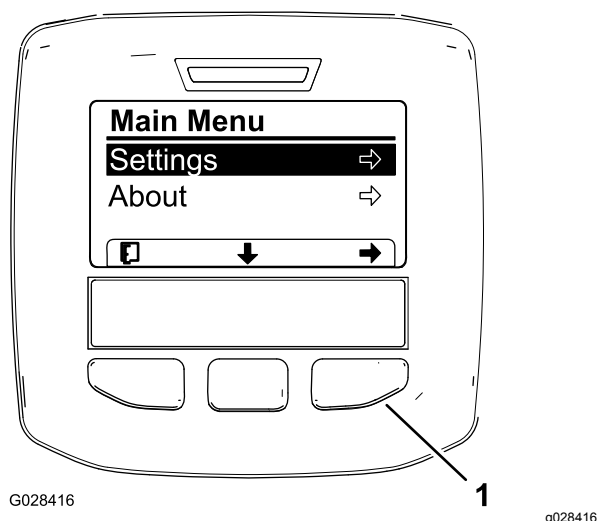
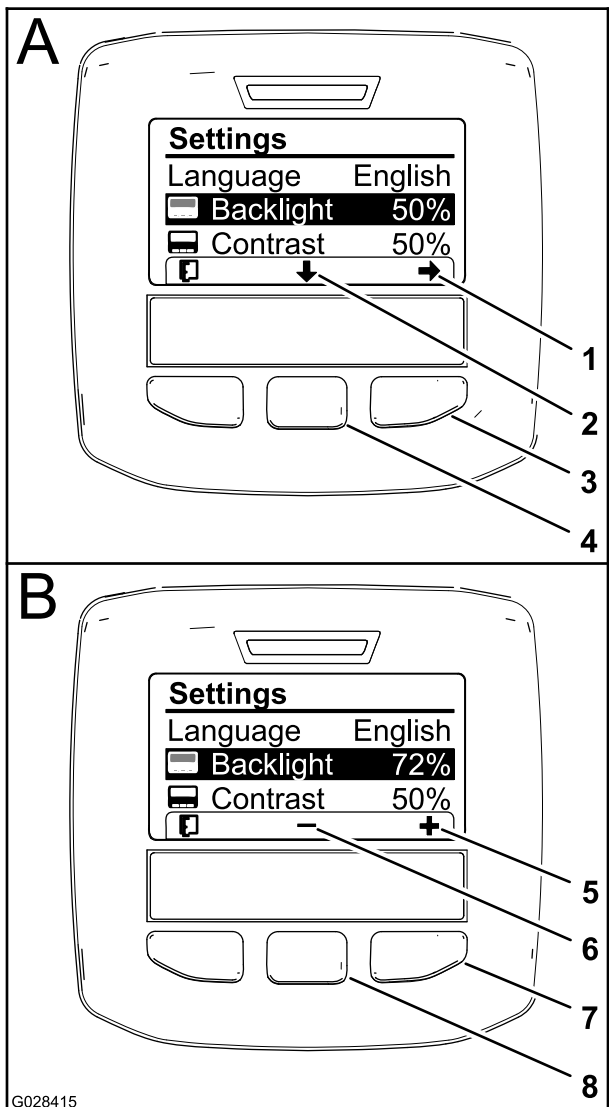

Bild 52
Bild 54
3. Drücken Sie die mittlere Auswahltaste, um auf das Hauptmenü zuzugreifen (Bild 52).
5. Drücken Sie die linke Auswahl taste, um die Auswahl(en) zu speichern, beenden Sie das Menü „Einstellungen“ und gehen auf das Hauptmenü zurück (Bild 52).
Symbol auf dem Display), um die ausgewählte Option nach unten zur Einstellung für die Rückbeleuchtung zu verschieben (Bild 54).
3. Drücken Sie die rechte Auswahltaste, um den Werteinstellungskontext anzuzeigen (Bild 54).
4. Ändern Sie die Helligkeit des Displays mit der mittleren und rechten Auswahltaste (Bild 54).
5. Drücken Sie die linke Auswahltaste (die Taste unter dem Listensymbol auf dem Display), um die Einstellung zu speichern, beenden das Menü „Rückbeleuchtung“ und gehen auf das Menü „Einstellungen“ (Bild 54) zurück.
6. Drücken Sie zum Einstellen des Kontrasts auf dem Display die mittlere Auswahltaste (die Taste unter dem nach unten zeigenden Symbol auf dem Display), um die ausgewählte Option nach unten zur Einstellung für den Kontrast zu verschieben (Bild 54).
7. Drücken Sie die rechte Auswahltaste, um den Werteinstellungskontext anzuzeigen (Bild 54).
8. Drücken Sie die linke Auswahltaste (die Taste unter dem Listensymbol auf dem Display), um die Einstellung zu speichern, beenden das Menü „Kontrast“ und gehen auf das Menü „Einstellungen“ (Bild 54) zurück.
9. Drücken Sie die linke Auswahltaste, um das Menü „Einstellungen“ zu beenden und das Hauptmenü anzuzeigen (Bild 52 und Bild 54).
10. Drücken Sie die linke Auswahltaste, um den Homebildschirm anzuzeigen (Bild 54).